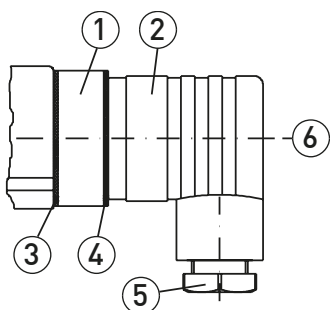
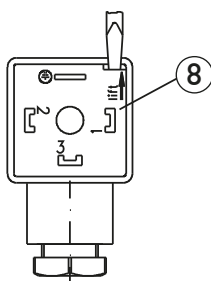

Abb. 1
Abb. 2
- ↗ Dichtungen ③, ④ und ⑨ des Steckverbinders korrekt einsetzen.
- ↗ Lösen Sie die Zentralschraube ⑥ M3x35 und ziehen Sie die Leitungsdose ② vom Steckverbinder ① (→ Abb. 1).
- ↗ Entfernen Sie die Zentralschraube ⑥ aus der Leitungsdose ②.
- ↗ Öffnen Sie das Innenteil ⑧ der Leitungsdose mit einem Schraubendreher oder einem ähnlichen Werkzeug (→ Abb. 2).